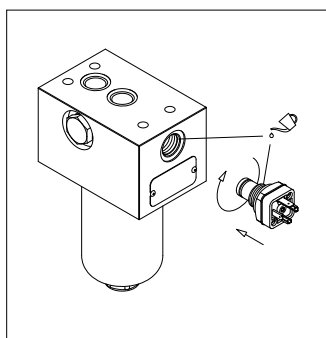

fig. 11
- (Fig. 11) Lubrificare con il fluido di lavoro il filetto e l'O-ring del corpo indicatore, quindi avvitare il corpo indicatore facendo riferimento alla tabella delle coppie di serraggio al paragrafo 3